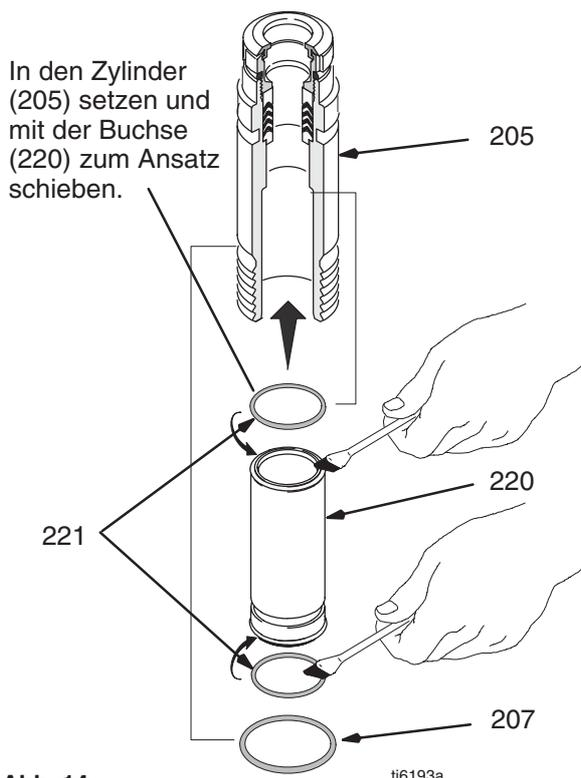

Abb. 14
Abb. 14. O-Ringe (221) einfetten und in den Zylinder (205) und auf die Buchse (220) setzen. Die Buchse (220) von unten in den Zylinder (205) schieben. O-Ring (207) bei Bedarf austauschen.